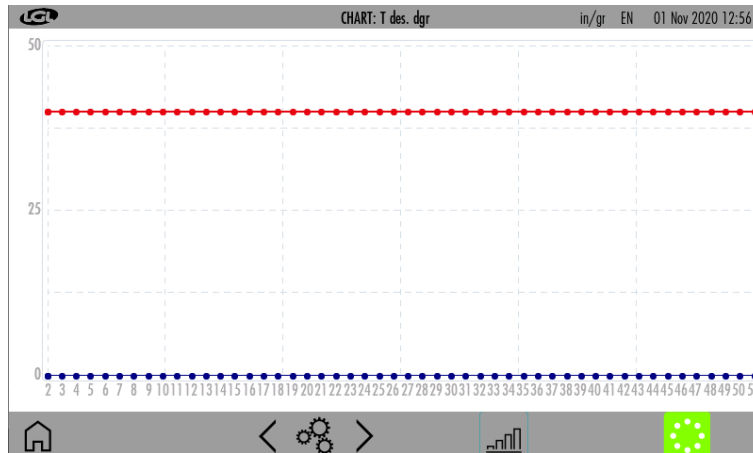

Fig. 28
- 4= Premere per visualizzare il grafico dei valori minimi e massimi letti. (Fig. 28)